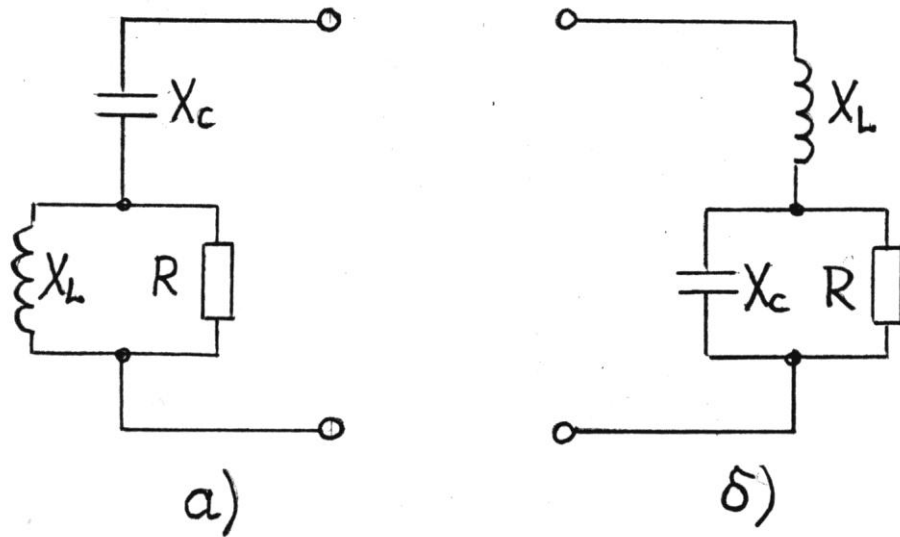

Рис. 7.
7. Визначити комплексний, повний, активний та реактивний опір ділянок коло, схеми яких подано на рис.7а та рис.7б, якщо $X_L = X_c = R$.